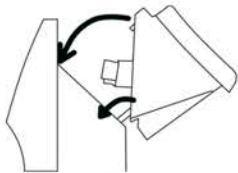

Рис. 4
- 2. Вставьте разъем электроподключения («папа») на блоке управления в соответствующий разъем («мама») на конвекторе. Обратите внимание, что он может быть вставлен только в одном положении, когда специальная защелка находится справа. Убедитесь, что соединение надежно и разъем блока управления полностью закреплен в конвекторе. Если разъем вставлен до конца, то должен раздаться щелчок (рис. 4).